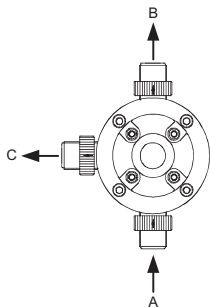

Рис. 22 Соединения встроенного предохранительного клапана
1. Подсоедините всасывающую линию к всасывающему клапану (А) см. рис. 22.